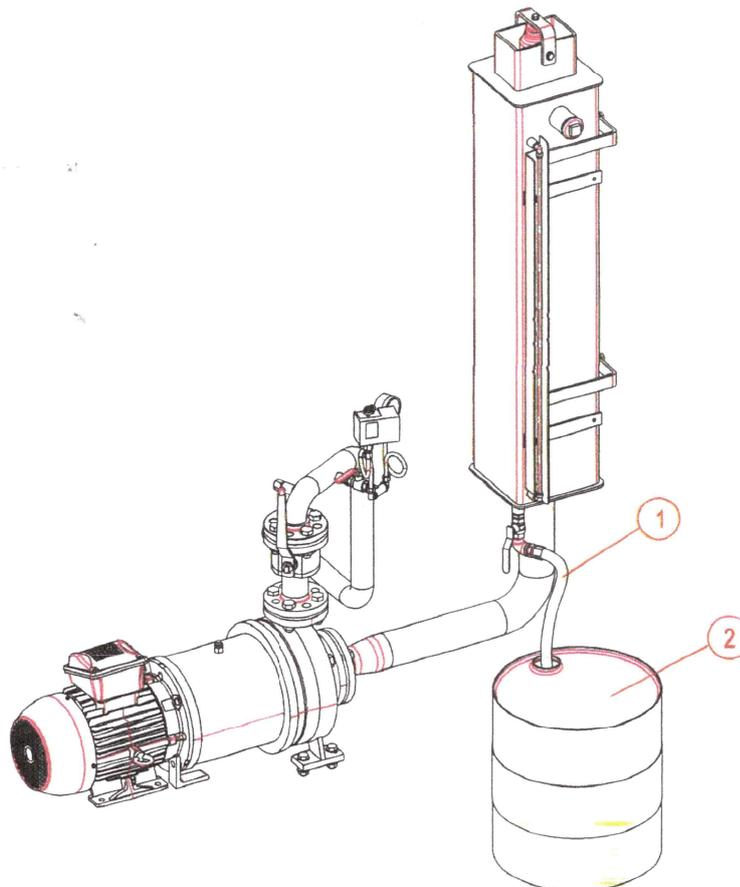

Figure 3 - L'évacuation de l'huile thermique
6. Connectez le tuyau d'évacuation au drain. (fig. 3 - #1)
7. Insérez le tuyau d'évacuation dans le baquet (la quantité approximative d'huile thermique dépend du type de presse à repasser, voir manuel). (fig. 3 - #2)
27. Laissez le baquet et le tuyau d'évacuation raccordés. (fig. 3 - #1&2)
(fig. 3 - #1&2)